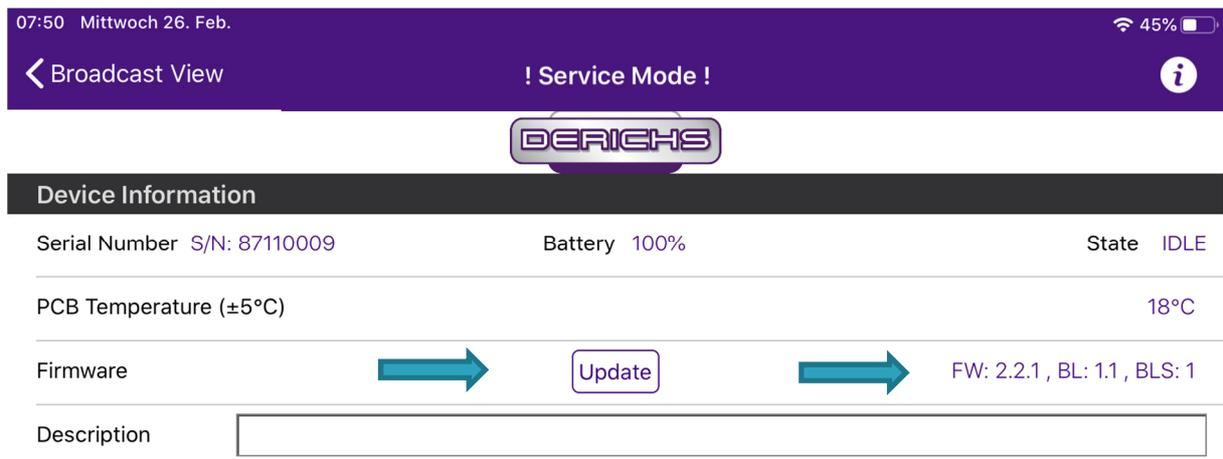

Abb. 30: FW Update im Service Mode
Im Zuge neuer Funktionen oder Verbesserungen kann es notwendig sein ein Firmware Update der ED Module zu tätigen. Solche Massnahmen werden Ihnen durch Derichs GmbH mitgeteilt. Der Anwender kann im Service Mode aber auch beim Verbinden mit dem ED-Modul in den „ED Control & Logging“ Mode feststellen ob ein Update vorhanden ist. Im Untermenü Firmware findet man dazu den Hinweis Button „Update“ wie Abb.30 zu entnehmen ist. Rechts vom Button kann man die noch aktuelle Firmware Version erkennen (FW), sie ist immer bei Fragen an Derichs GmbH anzugeben.